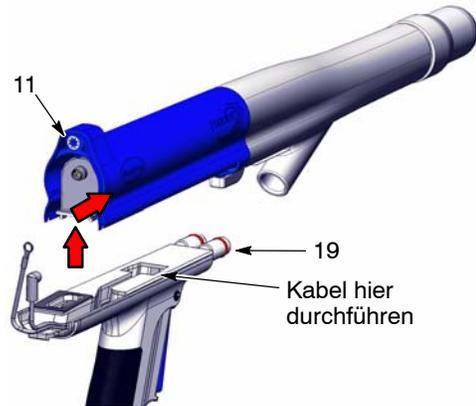

Abb. 22 Pistolengehäuse vom Griff trennen
9. Siehe Abbildung 22. Das hintere Ende des Pistolengehäuses (11) anheben, um die Verrastung mit dem Griff zu lösen, dann das Gehäuse nach vorn schieben, um es vom Griff (19) zu trennen.